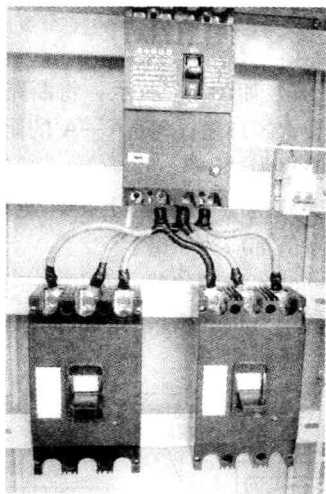

图 1-5 接线端子上应包缠绝缘胶带
7) 塑料外壳式断路器, 接线端子裸露在壳外不太安全, 安装后应在接线端子上包缠绝缘胶带或用绝缘保护罩保护, 如图 1-5 所示。装在配电箱内则不需要。